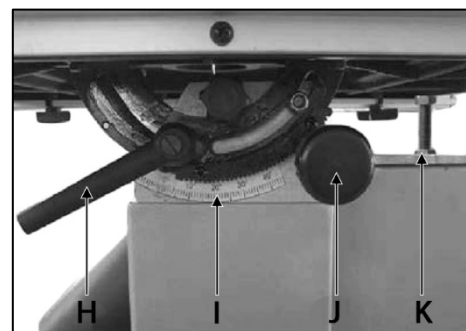

Рисунок 7.
Ослабьте ручку-фиксатор стола (H) (рис. 7) и отрегулируйте положение стола. Угол между столом и режущим полотном должен быть 90 градусов. Зафиксируйте стол.
При необходимости отрегулируйте шкалу наклона (I) (рис. 7) или ограничитель хода рабочего стола (K).
Ослабьте ручку фиксации (H) угла наклона стола (рис. 7).